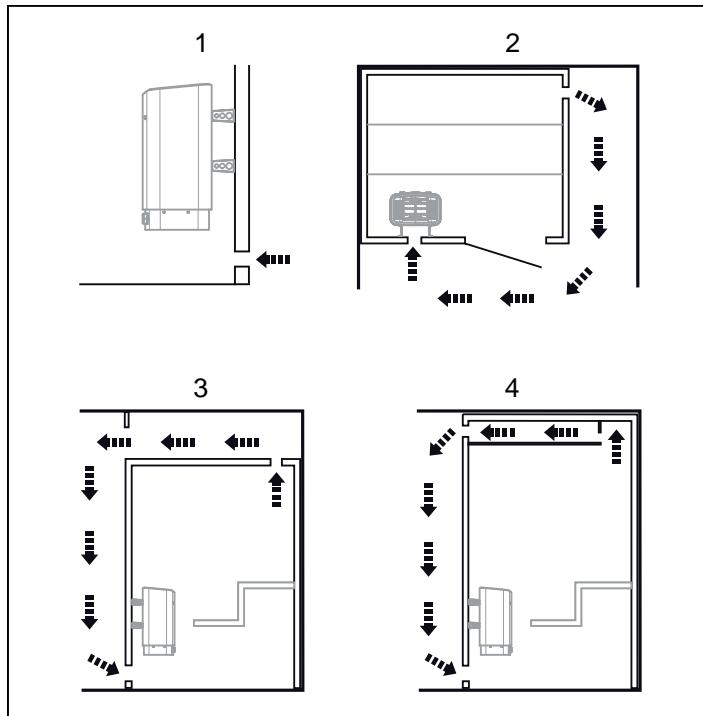

Рисунок 7: Установка впускного и выпускного клапана
- с максимальным расстоянием до впускного клапана, например, по диагонали (см. рис. 7);
- высоко на стене или на потолке (см. рис. 7);
7. Закройте крышку и закрутите винты (см. рис. 7, страница 27).